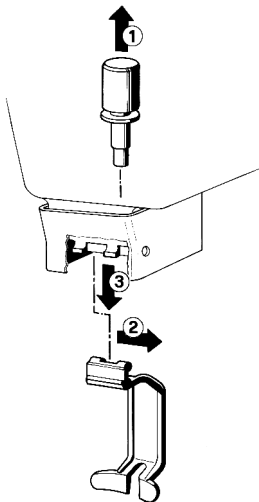

figura 7
1 - Sfilare (1) il pistone e quindi smontare (2-3) la leva comando rubinetto (vedere figura 7).